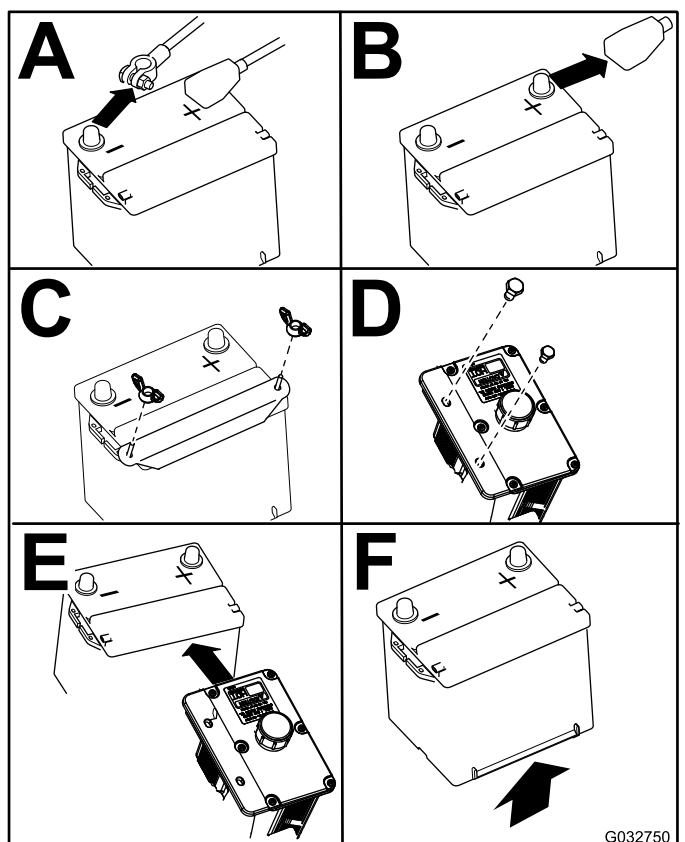

Figura 67
4. Rimuovete la batteria come illustrato nella Figura 67.